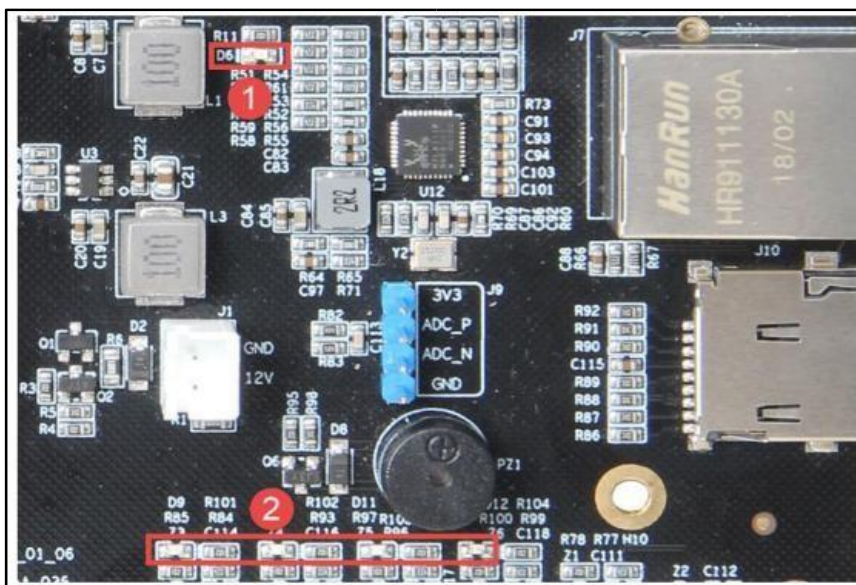

图 3.4-33 升腾 Pro 底板 LED 灯实物图
如图 3.4-33 所示为开发板上的 LED 灯实物图，其中①框中是电源指示灯；②框中是四个供用户使用的 LED 灯。